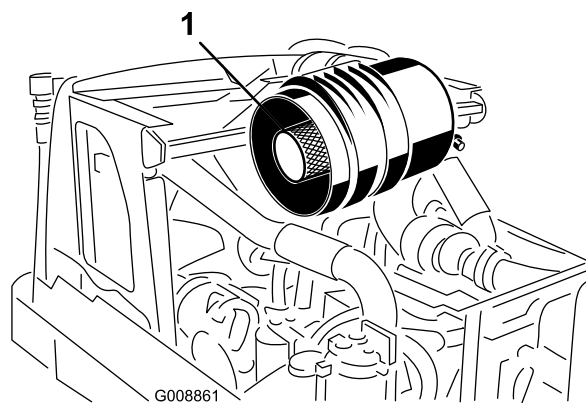

図 58
フィルタに傷がついていないかを点検する。特にフィルタとボディーの密着部に注意する。破損しているフィルタは使用しない。安全フィルタは外さないこと（図 58）。
**重要** 安全フィルタ（図 58）は絶対に洗わないでください。安全フィルタは、1次フィルタの3度目の整備時に新品に交換します。